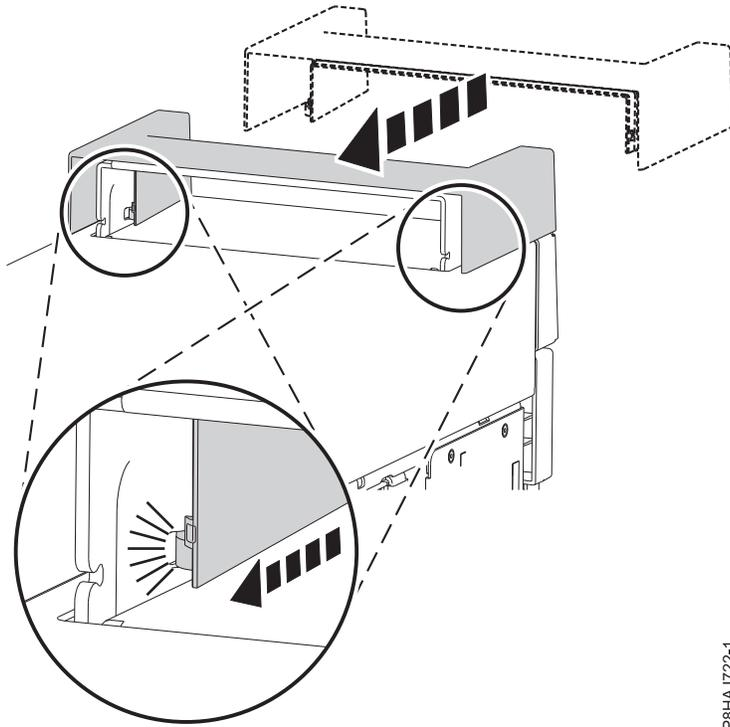

Abbildung 19. Griffabdeckung bei einem eigenständigen System vom Typ 8286-41A befestigen
1. Befestigen Sie die Griffabdeckung an der internen RDX-Andockstation (FC EUA3), indem Sie sie in Richtung der Rückseite des Systems schieben. Siehe Abb. 19.